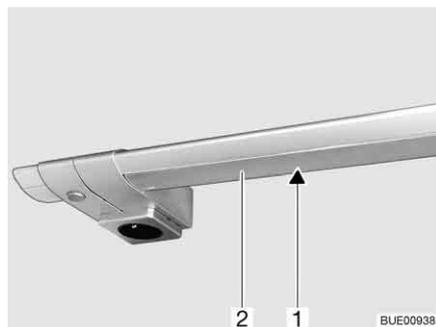

Bild 242 Kochstellenleuchte
- Abdeckung (Bild 242,2) mit beiden Händen leicht zusammendrücken und nach unten ziehen. Mit dem Herausziehen immer ganz links oder ganz rechts beginnen.
- Halogenglühlampe (Bild 242,1) entfernen.